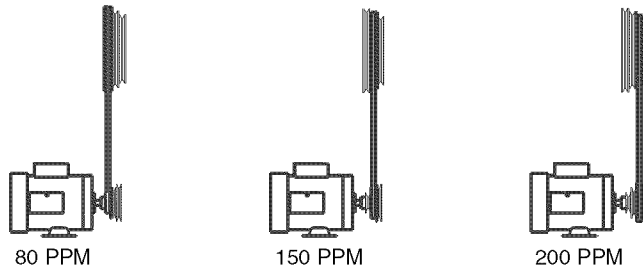

Figura 6 – Velocidades de la Hoja
Consulte la Figura 6, la página 27.
- Para cambiar la velocidad de la hoja ponga la correa V en la configuración correcta (Vea la Figura 6). Vuelva a colocar y tensar la correa V tal como se describe en la sección siguiente.
- Para cambiar la velocidad de la hoja, suelte la placa de montaje del motor (Figura 7, Clave No. 9) soltando la manilla (Figura 7, Clave No. 14). Ponga la correa V en la polea del motor y en la polea tensora según sea necesario. Consulte la Figura 6, Velocidades de la hoja, para ver los ajustes recomendados para la polea y la correa.